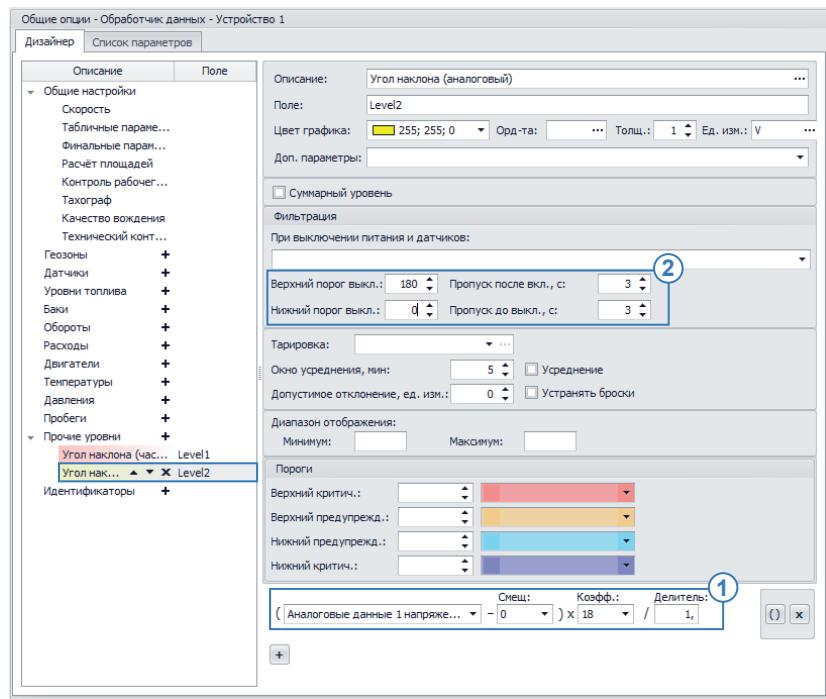

Рис.32. Пример настройки аналогового входа 1 контроллера АвтоГРАФ для подключения датчика ТКАМ.
- создайте выражение для получения показаний напряжения с аналогового входа 1 контроллера и пересчета этих показаний в углы наклона (**Рис.32, п.1**). Пересчет частоты в угол наклона выполняется по формуле, заданной для датчика ТКАМ:
- настройте фильтрацию показаний угла наклона, выходящих за пределы возможного диапазона. Датчик ТКАМ осуществляет измерение угла наклона в диапазоне от 0 до 180 градусов. Т.е. все значения вне этого диапазона можно считать ошибочными (**Рис.32, п.2**);